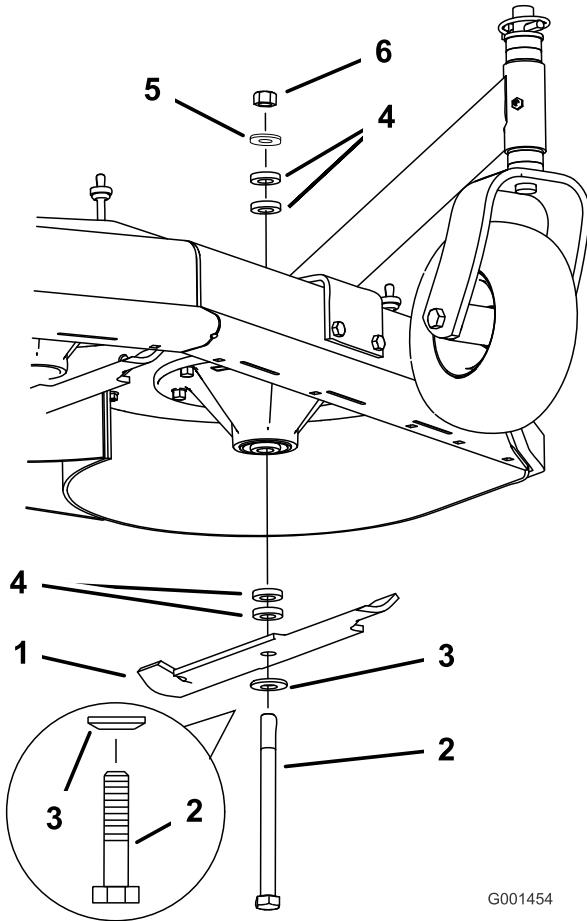

Figure 19
- Maintenez le boulon de lame et retirez l'écrou. Insérez le boulon dans l'axe et changez les entretoises selon les besoins (Figure 19).
- Posez le boulon, la rondelle bombée et la lame; ajoutez des entretoises et fixez-les avec une rondelle mince et un écrou (Figure 19).